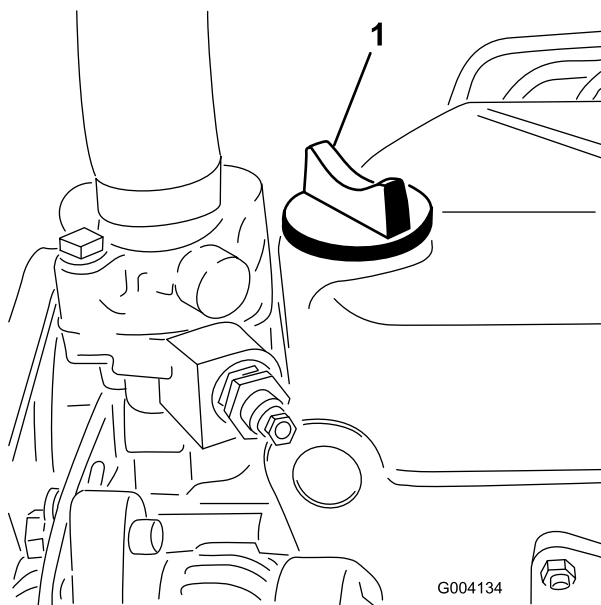

図 32
5. オイルの量が不足している場合は、補給キャップ (図 32) を取り、Full 位置までオイルを補給する。